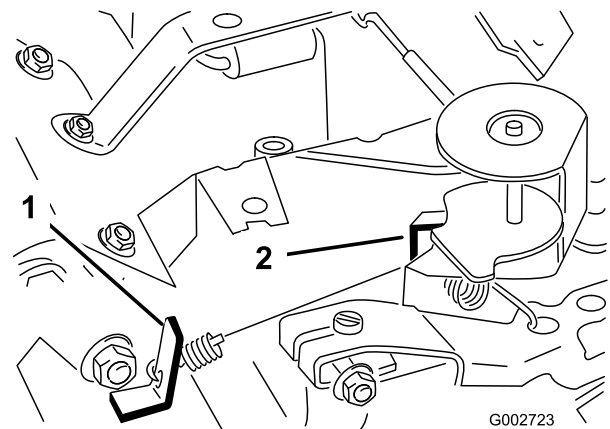

Figura 38
3. Doble la pestaña de anclaje del muelle de regulación del ralenti (Figura 38) hasta obtener una velocidad de ralenti de 1725 ± 50 RPM. Compruebe la velocidad con un tacómetro.
5. Mueva el control del acelerador a la posición de Rápido. Doble la pestaña de anclaje del muelle de alta velocidad (Figura 38) hasta obtener una velocidad alta de 3400 ± 50 RPM.